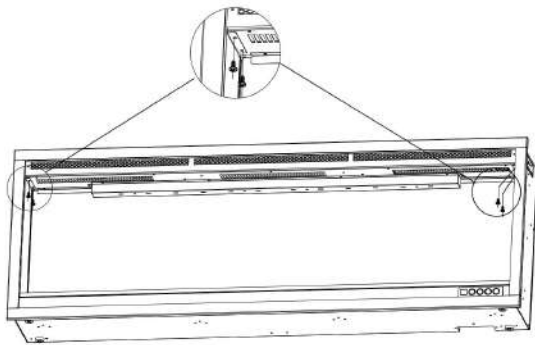

Fig. 2-1
1. Verwijder vier schroeven (twee aan elke kant) uit de twee zijkanten van de haard. **Afb.2-1**